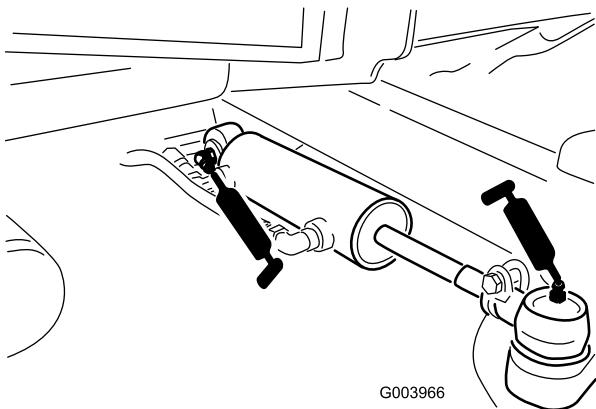

Bild 48
- Lenkzylinder-Kugelgelenke (2) (Bild 48)